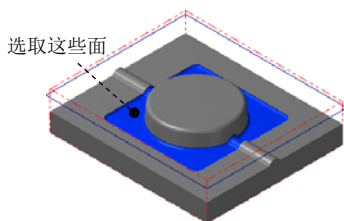

图 12.25 选取加工面
(1) 在图形区中选取图 12.25 所示的面（共 32 个），然后按 Enter 键，系统弹出“刀具路径的曲面选取”对话框。